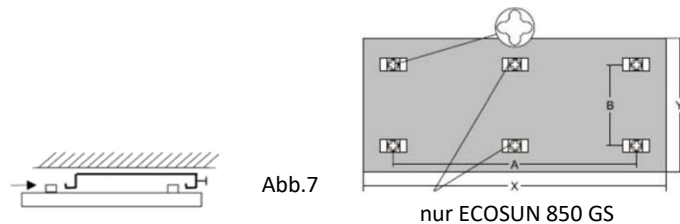

Abb. 7
- Das Paneel in den Montagerahmen einstecken und mit beigefügter Schrau- be sichern (Abb. 7)!